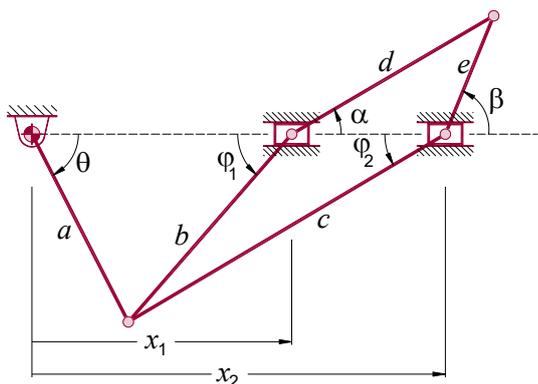

Figura. 15
15. Na **figura 15**, considere que  $\theta$  é a coordenada principal e então determine o coeficiente de velocidade  $k_\beta$ , para a barra **e**.